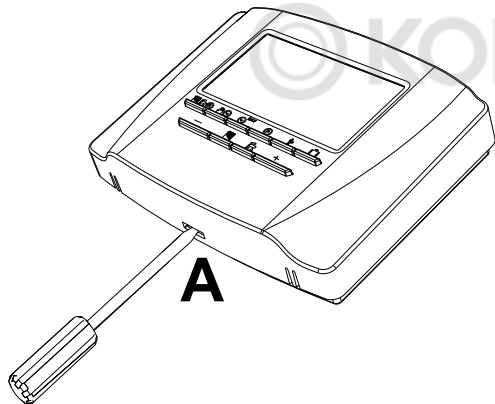

fig. 4
1. Desmonte el frontal haciendo palanca en el punto A con un destornillador como se ilustra en “fig. 4” en la página 40.